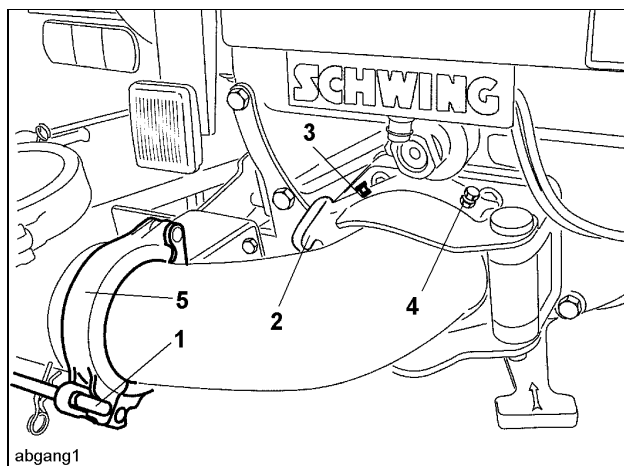

Fig. 1
1. Tubos de distribución para acoplamientos de manguito (Fig. 1)